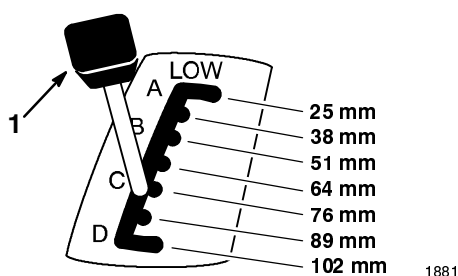

Bild 5
2. Ziehen Sie den Schnitthöhenhebel (Schneidwerkhub) an und in die gewünschte Position (Bild 5).